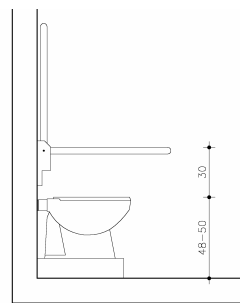

Figura 2
A.2 Asiento: Debe estar colocado a una altura comprendida entre 48cms y 50cms con respecto al nivel de piso terminado. (Ver figura 2).